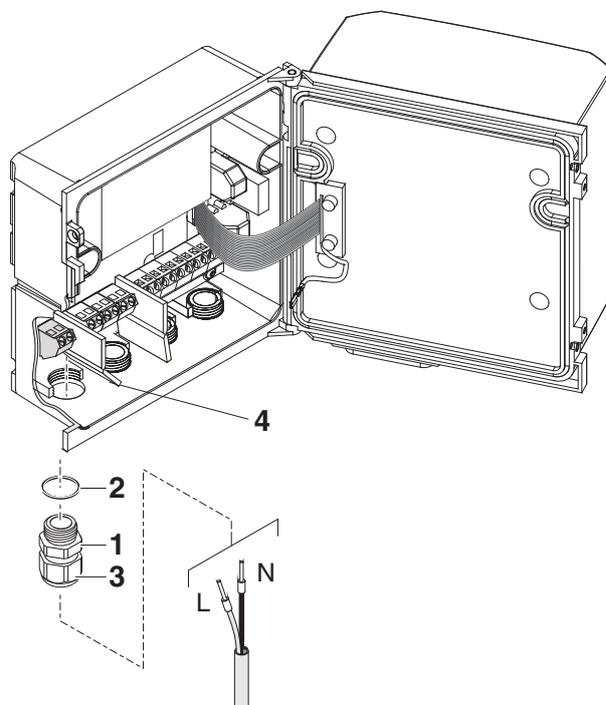

figura 3-13 Inserción de la línea de alimentación.
- 6 Enrosque un casquillo prensables (pos. 1 en la figura 3-13) con anillo de estanqueidad (pos. 2) en la carcasa debajo de la conexión de suministro eléctrico.
- 7 Afloje el anillo de acoplamiento (pos. 3).
- 8 Haga pasar la línea de alimentación a través del casquillo prensables hasta la carcasa. Al hacerlo, doble el separador flexible (pos. 4) hacia la derecha.
- 10 Apriete la tuerca ciega (pos. 3 en la figura 3-13).